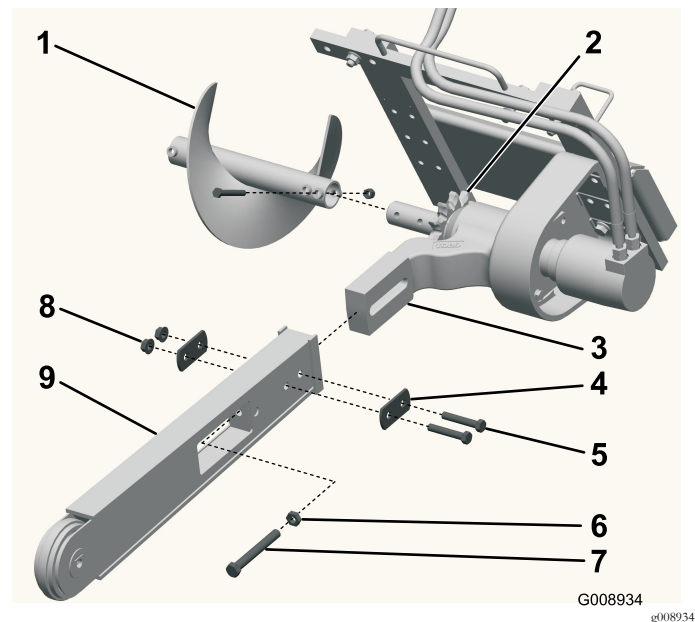

Bild 3
3. Entfernen Sie die Schraube und die Mutter, mit der die Schuttschnecke befestigt ist, und nehmen Sie die Schnecke ab (Bild 3).
4. Nehmen Sie die beiden Schrauben, Muttern und die doppelten Scheiben von der Seite des Auslegers ab (Bild 3).
5. Lösen Sie die Einstellschraube und Klemmmutter (Bild 3).